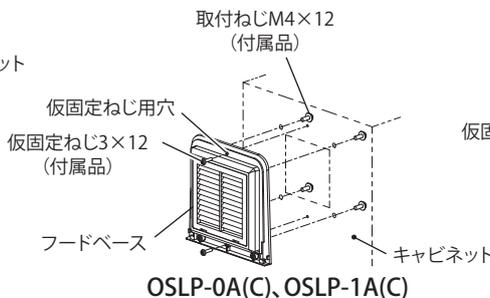

図 3
4. 付属の取付ねじ M4×12 を使用してキャビネットに確実に固定してください。仮固定ねじ 3×12 を増締めしてください。(図 3、4)